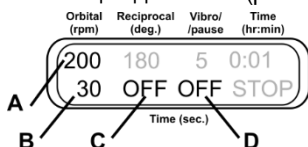

Рисунок 4.
- 6.9.1 **Орбитальное движение.** Установите скорость (рис. 4/A, 20–250 об/мин) и время (рис. 4/B, 1-250 с) орбитального движения. Отключите возвратно-поступательное движение (рис. 4/C), установив время цикла на ноль (OFF). Отключите вибрирующее движение (рис. 4/D), установив время цикла на ноль (OFF).